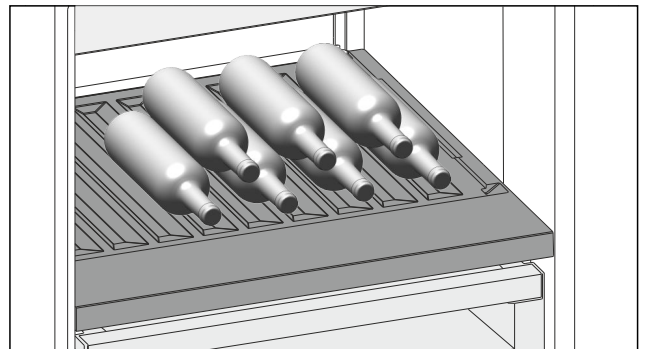

Fig. 135
- ▶ 将瓶底向后对着后壁放入瓶子。(参见 Fig. 135)